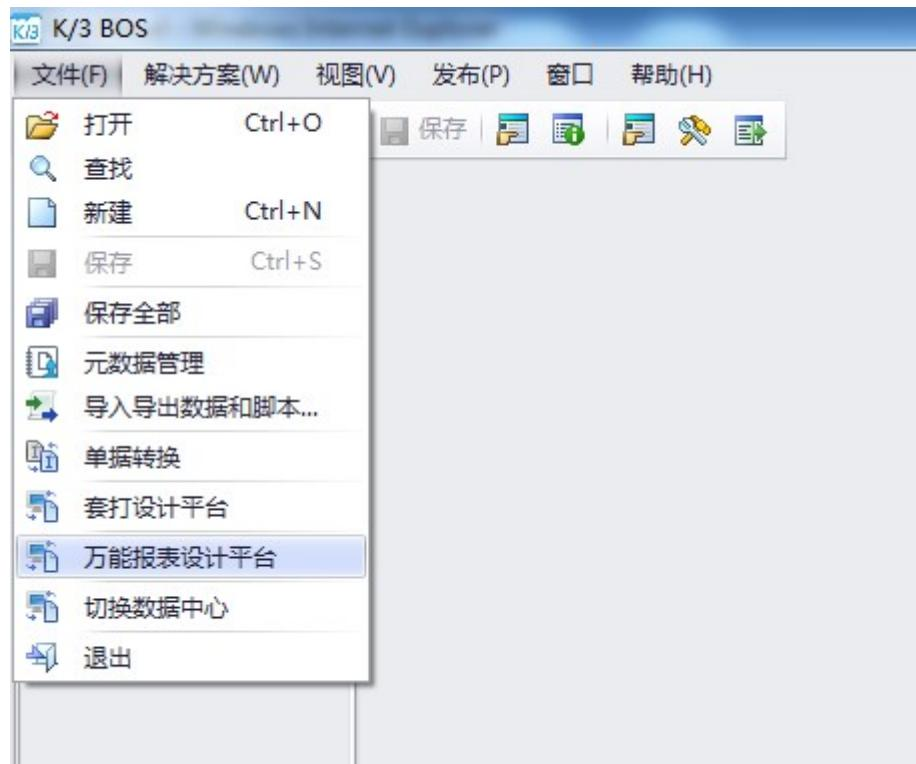

图 7-1-1 万能报表设计平台入口菜单
- 1、登录K/3 Cloud BOS 进入BOS IDE 界面，在主菜单上选择【文件】—【万能报表设计平台】，弹出万能报表平台安装界面，点击安装后自动进行安装。如图 7-1-1 所示。
设计界面。如图 7-1-1 所示。